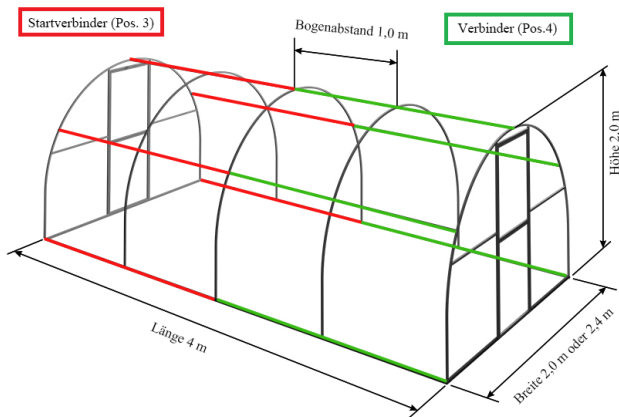

Abb.1 Lageplan der Verbinder und der Bögen bei einem 4 m langem Gewächshaus und 1,0 m Bogenabstand
4.1.3 Verbinden Sie die horizontalen Startverbinder (Pos.3) mit Verbindern (Pos.4) durch Zusammenstecken (Abb.1)